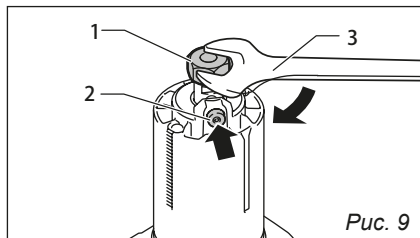

Рис. 9
• Установите цангу в шпindelь и закрутите зажимную гайку (рис. 9). Не затягивайте гайку.